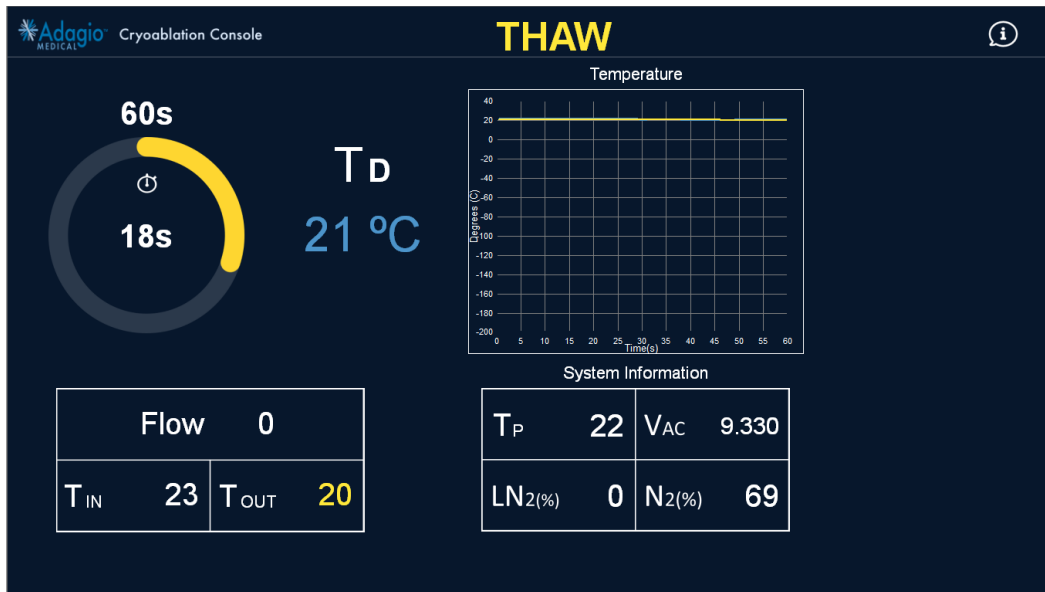

Afbeelding 96 – Scherm CRYOMAPPING
2. Als cryomapping gewenst is, drukt u op de knop CRYOMAPPING in het scherm Gereed voor procedure (*Afbeelding 46*). Het systeem gaat naar het scherm CRYOMAPPING (*Afbeelding 96*).
Met de knop STOP (Stoppen) (*Afbeelding 96*) kunt u de cryomappingmodus (30 seconden) uitschakelen vóór time-out. Het systeem gaat naar het scherm THAW (Ontdooien), zoals in *Afbeelding 97*.